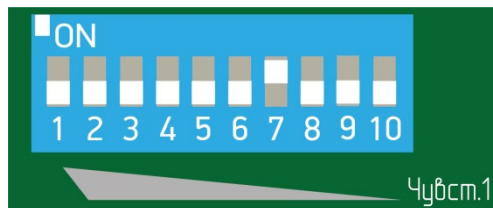

Рисунок 7.20
– при отсутствии тревожного извещения увеличить чувствительность, установив флажок 7 переключателя регулировки чувствительности в положение «ON» (верхнее положение), все остальные флажки в нижнее положение (рисунок 7.20) и повторить попытки несанкционированного проникновения через заграждение по выше указанной методике.